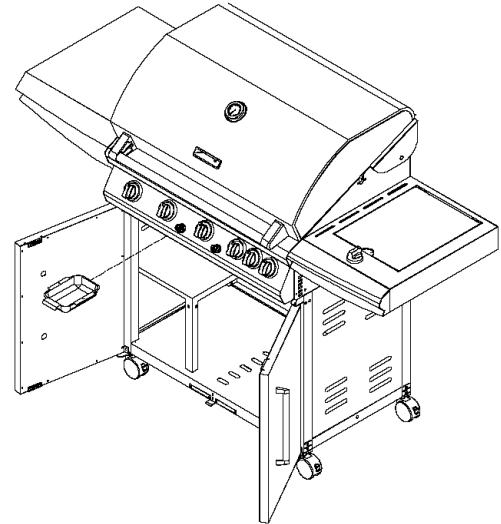

Figure 5
- Instale el receptáculo para la grasa debajo de la bandeja para drenar grasa a través del frente de la parrilla. (Vea la Fig. 5.).